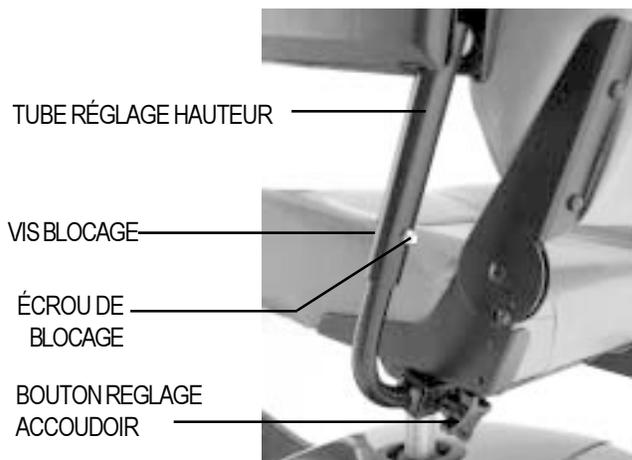

FIGURE 16. RÉGLAGES DES ACCOUDOIRS
2. Faites glisser les accoudoirs vers la position désirée. Voir la figure 16.
Référez vous à la figure 16 pour régler les accoudoirs.
1. Desserrez la vis de blocage sur le coté du tube de réglage en hauteur avec la clé hexagonale de 1/8". Voir figure 16.